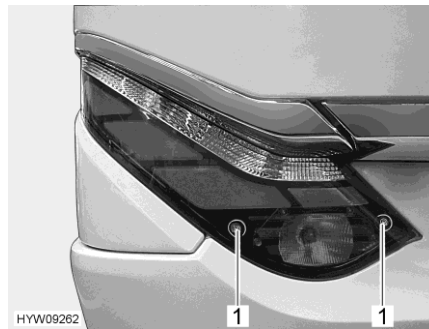

Bild 121 Bakljusenhet
- Lossa insexskruvarna (Bild 121,1).